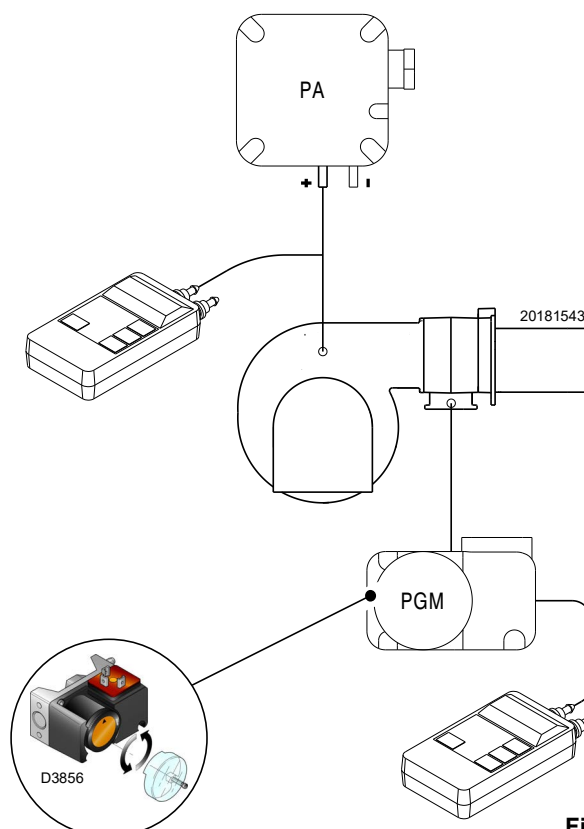

Fig. 29
- Régler le pressostat gaz seuil maximum (Fig. 29 à la page 31) en fin d'échelle.
Effectuer le réglage du pressostat gaz seuil maximum (Fig. 29) après avoir effectué tous les autres réglages du brûleur avec le pressostat gaz seuil maximum réglé en fin d'échelle.